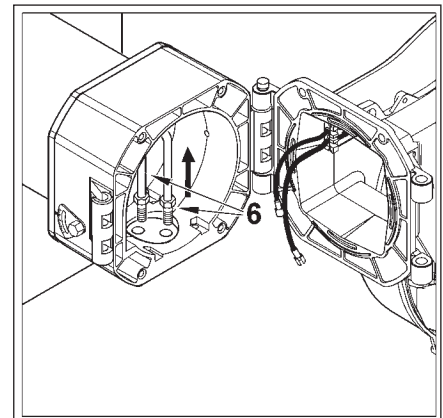
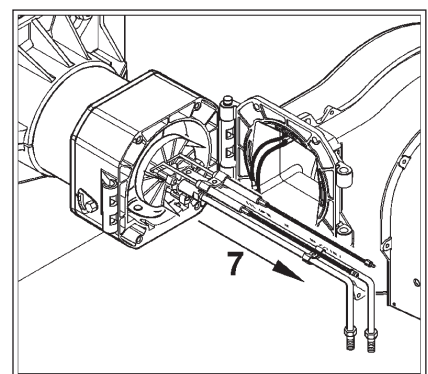

图 3
图 4
- 4) 将混合单元6向上抬起(图3)；再按(图4)箭头方向，将混合单元全部取出；